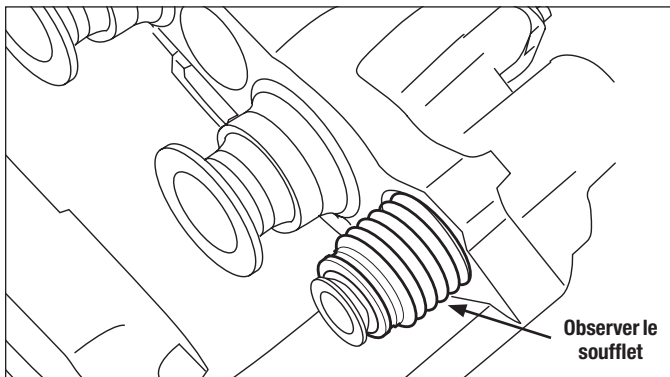

Figure 28 – Vérification des soufflets de colonnettes (cette image ne montre pas le porte-garniture)
4.5.4 Cf. Figures 28 et 29. Les plaquettes étant retirées, pousser avec les mains l'étrier vers l'intérieur (cf. Figure 28). Examiner le soufflet interne (9) de chaque colonnette guide par l'ouverture du logement des plaquettes – et aussi par en dessous. **DOMMAGES? COUPURES? FISSURES?** Remplacer immédiatement les soufflets endommagés pour éviter que la saleté ou l'humidité ne gênent le déplacement des colonnettes guides (cf. Section 5.4). Des colonnettes abîmées ou corrodées nuiront à l'effort de freinage.